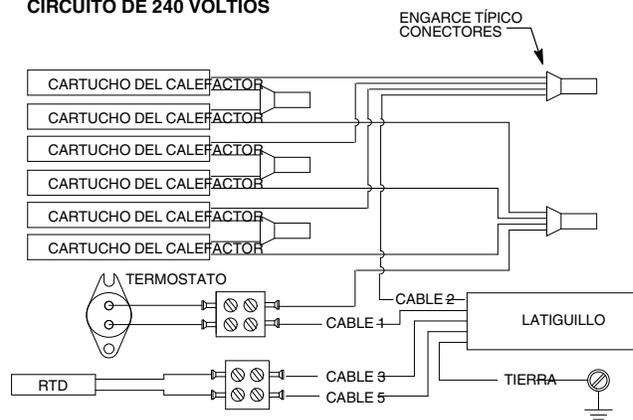

Figura 12 Reparaciones de calefactor y RTD
1. Ver la figura 12. Extraer los tornillos (1) que fijan la cubierta (2) a la carcasa (12).
2. Soltar los tornillos (11) en el conector (10) y extraer los cables del termostato.
3. Extraer los tornillos (7) y las arandelas de bloqueo (8) que fijan el termostato (9) a la carcasa (12).
4. Aplicar un compuesto del disipador de calor (13) al termostato nuevo (9). Instalar el termostato utilizando las arandelas de bloqueo (8) y los tornillos (7). Apretar bien los tornillos.
6. Insertar los cables del termostato en el conector (10) y apretar los tornillos (11). Ver la figura 12 para el esquema eléctrico, en caso necesario.
7. Instalar la cubierta (2) en la carcasa (12) utilizando los tornillos (1). Apretar bien los tornillos.
3. Extraer con cuidado el cartucho del calefactor (3) de la carcasa (12).
4. Aplicar un compuesto del disipador de calor (13) al cartucho nuevo del calefactor (3). Instalar el cartucho del calefactor en la carcasa (12).
5. Pelar el aislamiento en todos los cables cortados. Engarzar los conectores nuevos en cada cable. Ver la figura 12 para el esquema eléctrico, en caso necesario.
6. Instalar la cubierta (2) en la carcasa (12) apretando bien los tornillos (1).
2. Soltar los tornillos (5) en el conector (6) y extraer los cables RTD.
3. Extraer con cuidado el RTD (4) de la carcasa (12).
4. Aplicar un compuesto del disipador de calor (13) al RTD (4). Instalar el RTD en la carcasa.
6. Insertar los cables RTD en el conector (6). Apretar el tornillo (5).